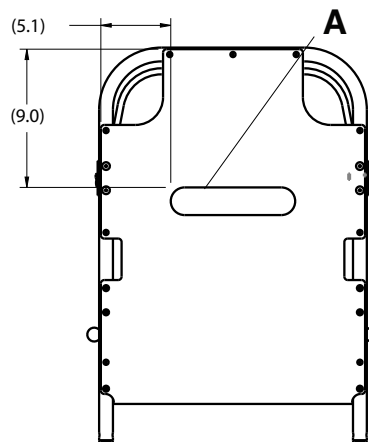

Abbildung 1 – Anbringen des Velcro®-Klettbands an der Rückenlehne
6. Das Schutzpapier vom **Velcro®**-Klettband für die Rückenlehne (A) abziehen und das **Velcro®**-Klettband an der Oberfläche der Rückenlehne anbringen (Abbildung 1).